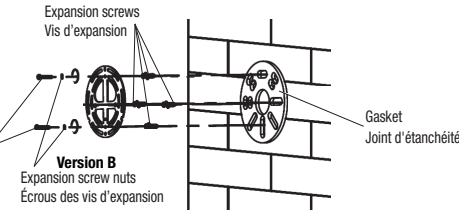

Fig. 2B
3. Drill holes on the wall and insert the four expansion screws (version A). Attach gasket and fix the mounting plate with the nut of expansion screws (Fig. 2B).
**NOTE:** If this mount version include a recessed junction box (version B), install the mounting plate on the junction box. Attach gasket and fix the mounting plate with the two screws on the junction box (Fig. 2B).
3. Percer les trous sur le mur et insérer les quatre vis d'expansion (version A). Fixer le joint d'étanchéité et la plaque de montage avec les écrous des vis d'expansion (Fig. 2B).
Attachez le joint d'étanchéité et fixez la plaque de montage avec les deux vis de la boîte de jonction (Fig. 2B).